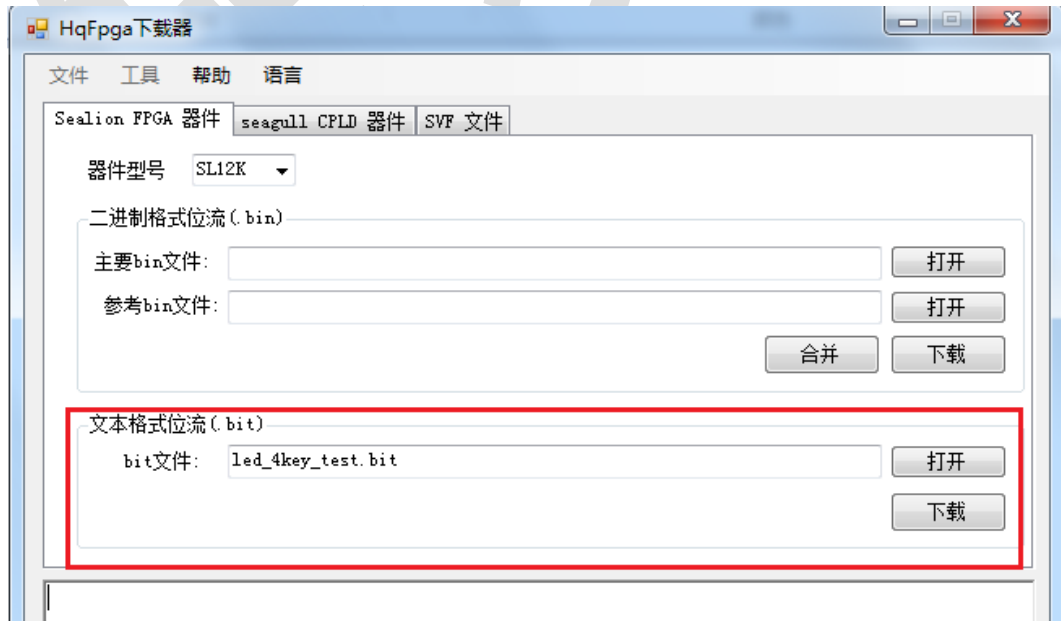

图 4-9 下载器软件界面
- 2) 下载器软件界面如图 4-9 所示，在红色框部分已自动加载了刚编译生成的.bit 文件，用户可直接点击“下载”，在下载前需要对开发板重新上电；